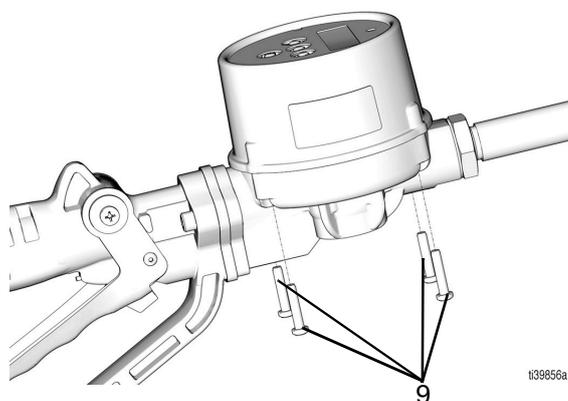

FIG. 2
4. Quite los cuatro tornillos (9) (FIG. 2).
6. Vuelva a poner los cuatro tornillos (9) y apriete a un par entre 1,69 y 2,82 N•m (15 y 25 lb-pulg.), consulte la FIG. 2 en la página 7.
7. Vuelva a montar la protección contra impactos (37).